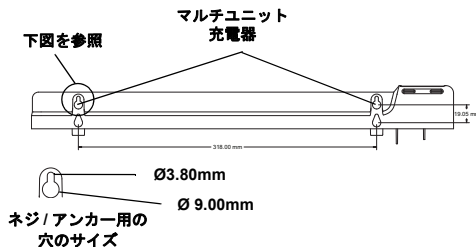

図 3: 壁面取り付け用の装備
2. ネジ穴を開けるため、測定と印付けを行う際には、図 3 に示された寸法を参照してください。